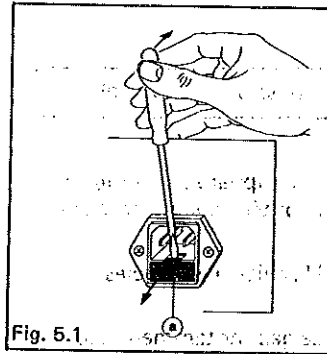

Fig. 5.1
- Retirer le support ④ (avec la douille pour le fusible primaire ⑤ et le fusible de réserve, ⑥) (Fig. 5.1).
Respecter les instructions de remplacement du fusible de la section 4.1 (Fig. 5.1 et 5.2).